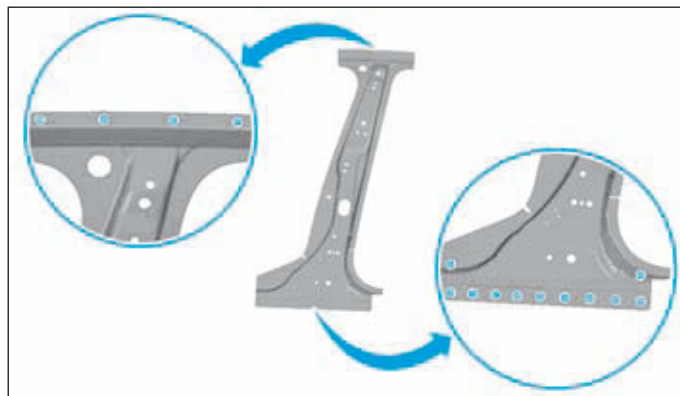

FIG.74
- Percer l'ensemble des points au Ø 8 mm le renfort du pied milieu neuf, pour un soudage ultérieur par points bouchons MAG (Fig.74).